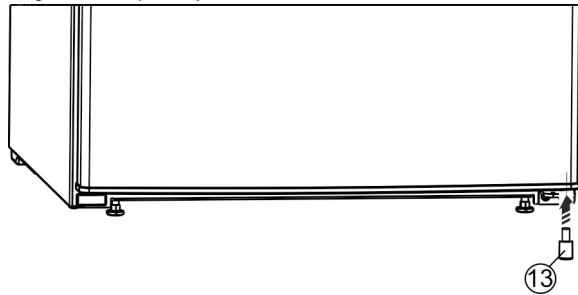

Fig. 9
- ▶ Distanční vložku Fig. 9 (13) opět vsadíte vpravo dole do dveří; je důležitá pro stabilitu přístroje.